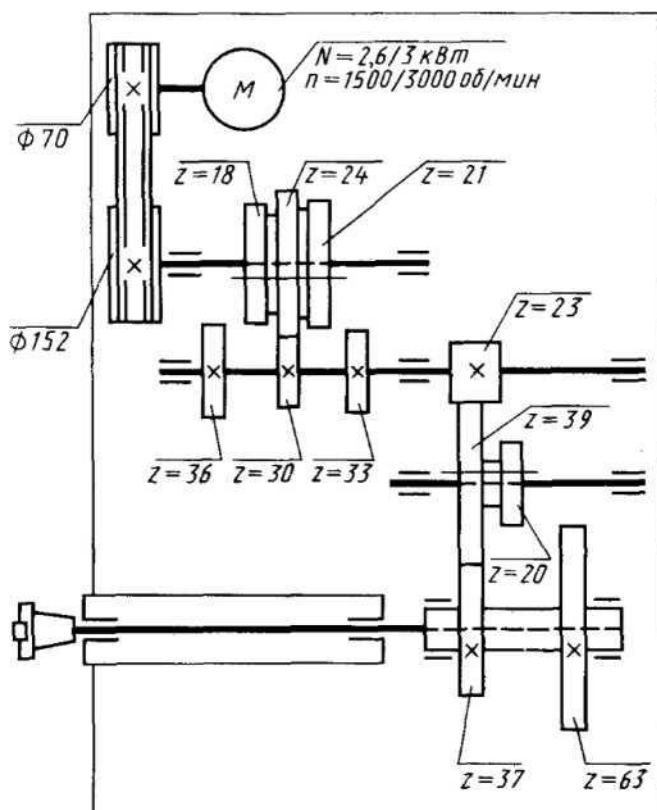

Рис. 8
14. Напишите уравнение кинематического баланса для минимальной частоты вращения шпинделя (рисунок 8).